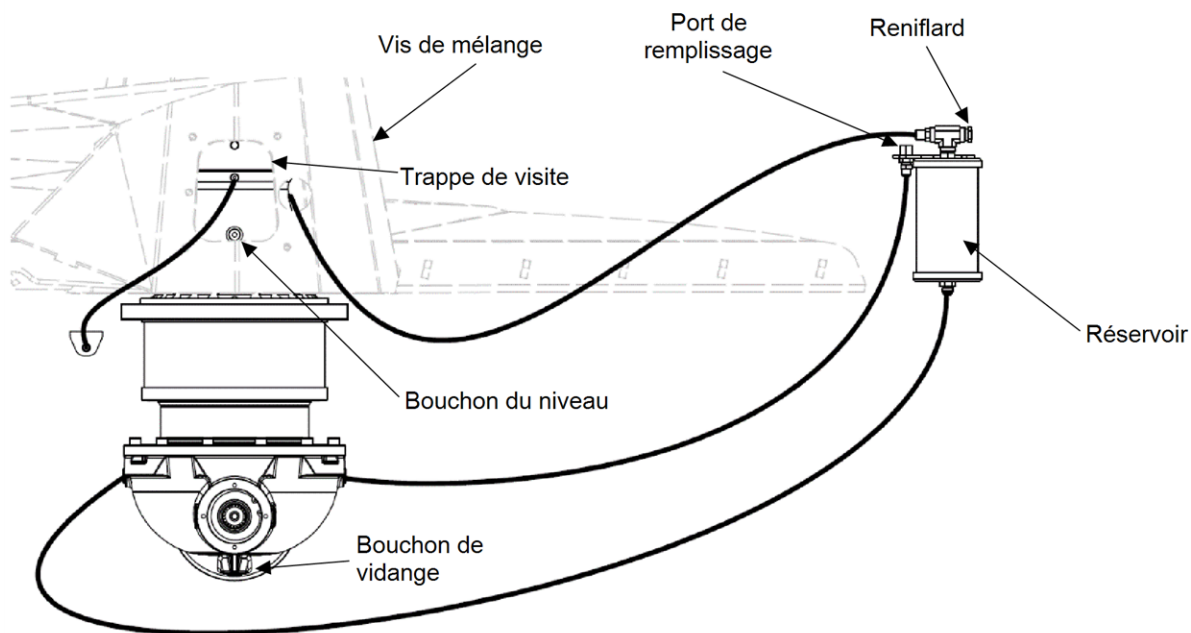

Figure 30 — Réservoir d'huile
1. Dévissez le reniflard (Figure 30).
1. Dévissez le reniflard pour permettre à l'air d'entrer (Figure 30).